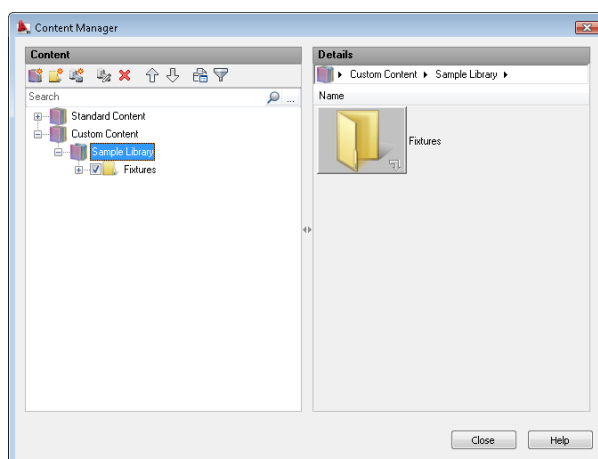

Рис. 7.2. Вікно менеджера бібліотек
**AMCONTENTMANAGER** створює, редагує, додає, видаляє бібліотеки елементів. Відкриває вікно менеджера бібліотек (рис. 7.2).